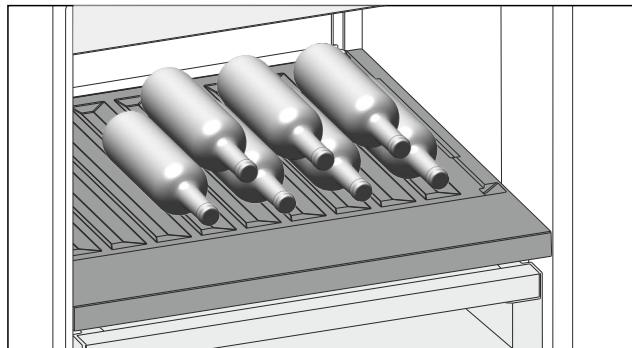

Fig. 117
- ▶ Steklenice vstavite z dnem proti zadnji steni aparata. (glejte Fig. 117)